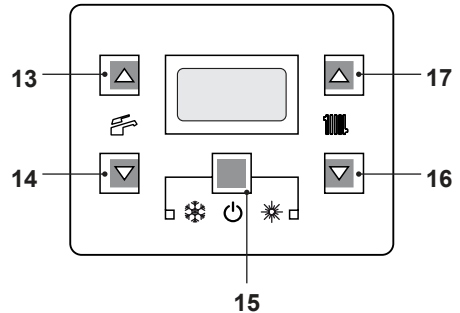
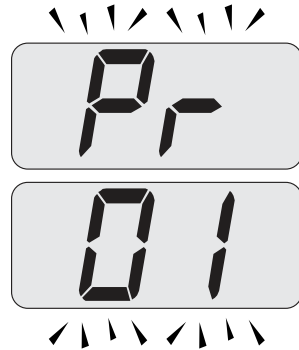
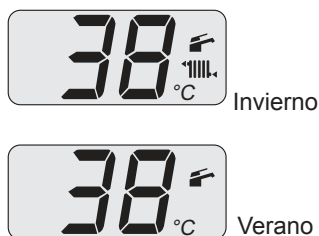

Figura 9.21
Figura 9.22
Figura 9.27
- Entre en la "modalidad de programación" pulsando simultáneamente durante 10 segundos los botones 15 - 16 - 17 (Figura 9.21) hasta que aparezcan en el display LCD las letras **Pr** alternadas con el código **01**, indicando que se ha entrado en el "parámetro 01" (Figura 9.22).
- Pulse simultáneamente los botones 16 y 17 (Figura 9.21) hasta que aparezcan en el display LCD las letras **LP** alternadas con el valor de temperatura del agua de calefacción (ej. **45**), indicando que se ha entrado en la activación de la "función deshollinador" a la potencia mínima en agua sanitaria (Figura 9.23).
- Pulsando el botón 17 (Figura 9.21) se puede modificar la potencia en modalidad deshollinador: el display LCD muestra las letras **hP** alternadas con el valor de temperatura del agua de calefacción (ej. **32**); estamos en la "función deshollinador" a la potencia mínima en calefacción (Figura 9.24).
- Volviendo a pulsar simultáneamente durante 10 segundos los botones 15 - 16 - 17 (Figura 9.21) se sale de la "modalidad deshollinador" y se vuelve al estado anterior de la caldera (Figura 9.27).